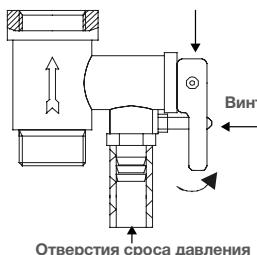

Рис. 9
6. Воду можно слить через комбинированный предохранительный клапан (рис.9) (для этого открутите винт ручки слива комбинированного предохранительного клапана и переведите ручку слива в верхнее положение, при этом кран выхода горячей воды должен быть открыт, а кран подачи холодной воды в водонагреватель должен быть закрыт).